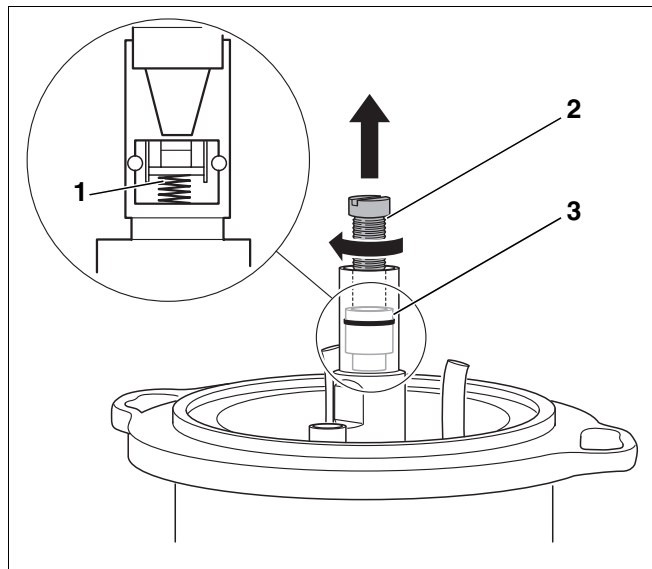

Рис. 36 Замена запорного клапана
Запорный клапан (рис. 36, **поз. 3**) в подогревателе топлива работает как обратный клапан. Работаящий топливный насос подает дизтопливо через запорный клапан. При выключении насоса клапан закрывается пружиной (рис. 36, **поз. 1**).
- Ввернуть винт М5 x 50 (рис. 36, **поз. 2**).
- Вынуть запорный клапан (рис. 36, **поз. 3**).